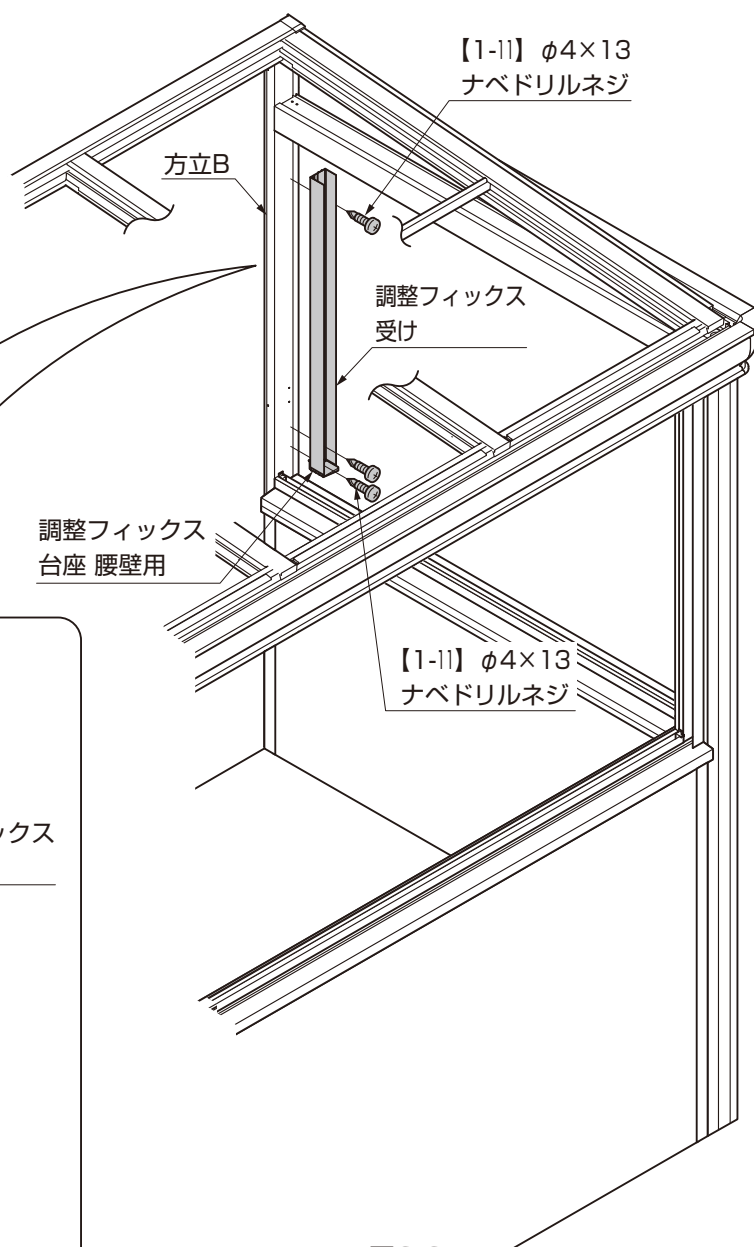

図2-2
- ②調整フィックス受けを方立Bに【1-11】で取付けてください。(図2-2参照)
- ③調整フィックス台座 腰壁用を調整フィックス受けと方立Bに【1-11】で固定してください。(図2-2参照)